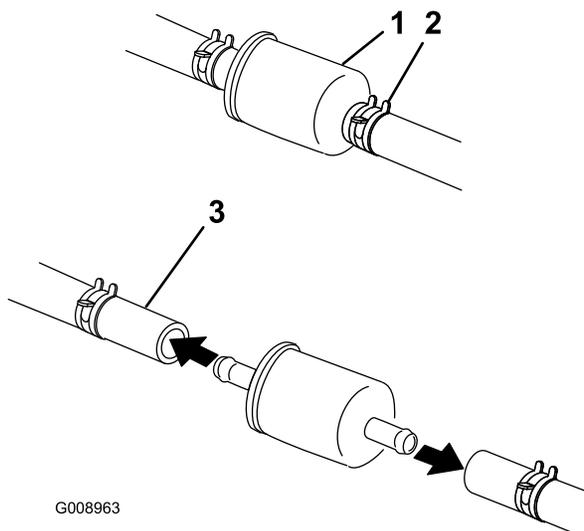

Figura 20
1. Chiudete la valvola di intercettazione del carburante, allentate la fascetta stringitubo dal lato carburatore e togliete il tubo di alimentazione dal filtro (Figura 20).